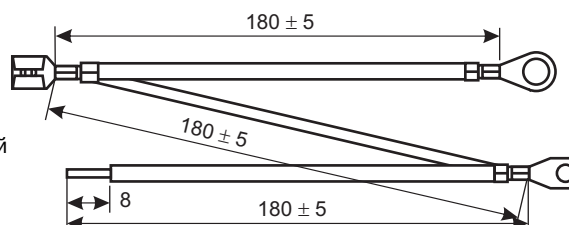

Рис.3
- 2.2. Фланец с нагревательной системой (12) установить в отверстие горловины, с соблюдением ориентации согласно Рис.2. (На планке обнуления (9) установлен провод обнуления коммутации - вывод VIII Рис.3).
- 2.9. Соединить остальную часть коммутации согласно указанной электрической схеме соединения (Рис.3).
- 2.10. Кабель питания провести через муфту, установленную на пластиковой крышке (3) и его выводы соединить к клемме, установленной на планке (9) согласно схеме (Рис.3).